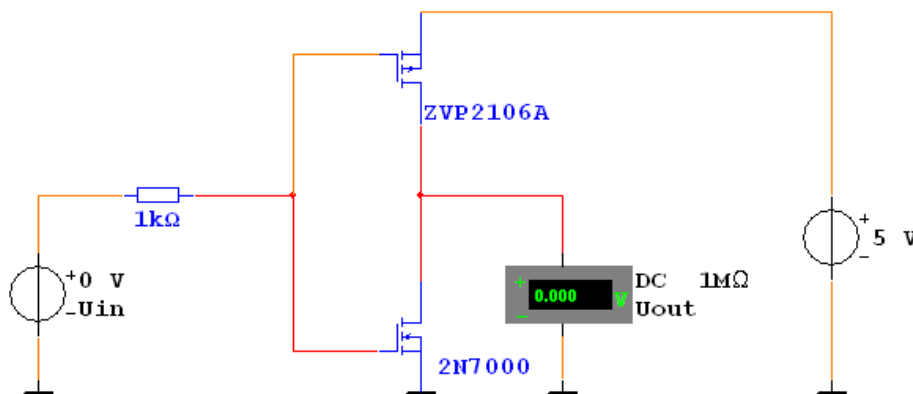

Рис.10.1
10.2.1. Для исследования передаточной характеристики ЛЭ КМОП «НЕ» соберите схему, приведенную на рис.10.1. Изменяя напряжение источника входного сигнала U_{in} от 0 до 5 В, снимите передаточную характеристику логического элемента – зависимость выходного напряжения от входного и постройте ее график. Необходимое число измерений установите самостоятельно, обращая особое внимание на область перехода от единичного выходного уровня к нулевому. Сделайте выводы о ходе передаточной характеристики и значениях напряжений, соответствующих единичному и нулевому логическим уровням.